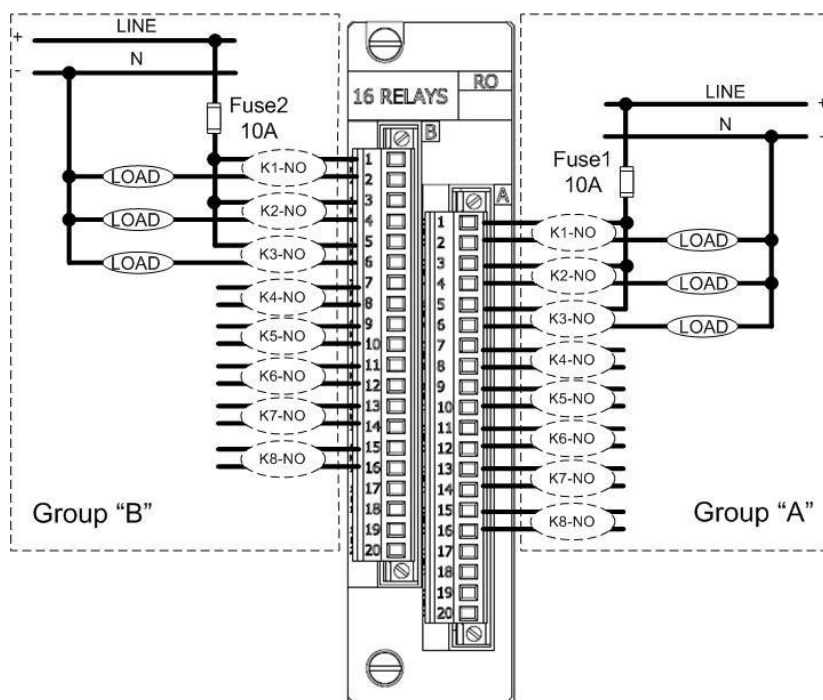

Рис. 2-11 Подключение реле 16-DO
Модуль релейных выходов содержит 8 x 2 (16) реле в одном модуле реле. Релейные выходы могут использоваться для тревожной сигнализации, удалённого управления или выдачи импульсов энергии, как показано на Рис. 2-11. Характеристики приведены в Приложение Технические спецификации.